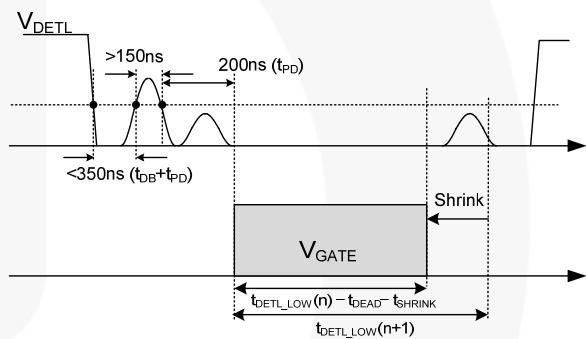

Figure 17. DETL电压振荡引起的门极收缩
- 当DETL电压在零附近振荡时。如图17所示，在轻载条件下，在初级开关状态切换后，SR的漏极电压在零附近振荡。在DETL电压跌落至零之后的350ns之内，DETL电压上升高于2V，并且保持时间高于150ns，则门极收缩 $t_{\text{SHRINK-RNG}}$ ，大约为1.2μs，此时 $t_{\text{D-SHRINK-FD}}$ 大约为90μs，如图17所示。